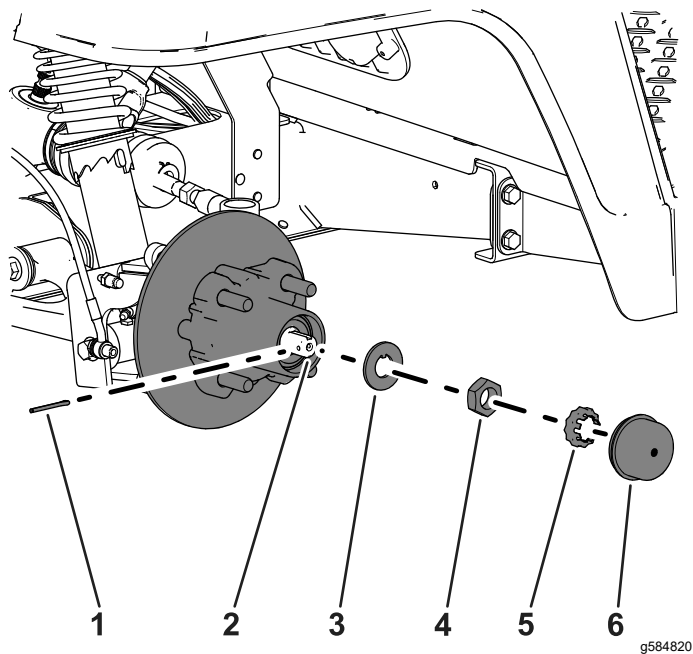
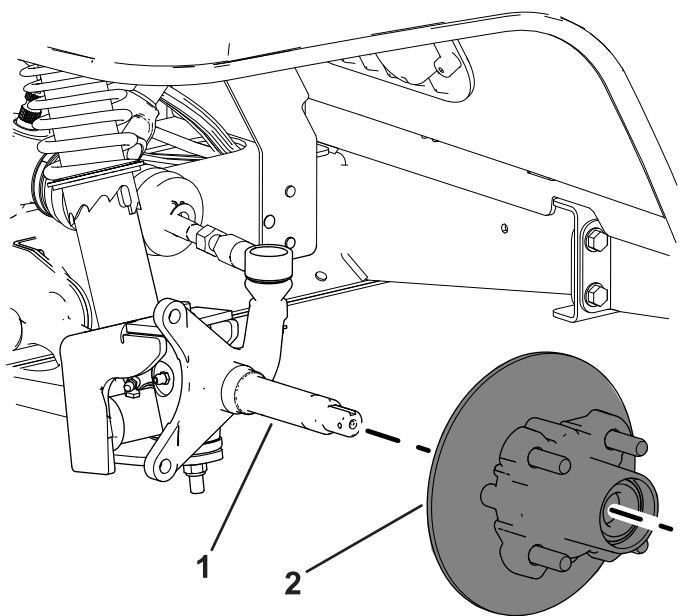

図 36
図 37
4. ハブからダストキャップを取る 図 36。
5. スピンドルとスピンドルナットから、コッターピンとナットリテーナを外す 図 36。
6. スピンドルからスピンドルナットを外し、スピンドルからハブローラアセンブリを取り出す 図 36 と 図 37。